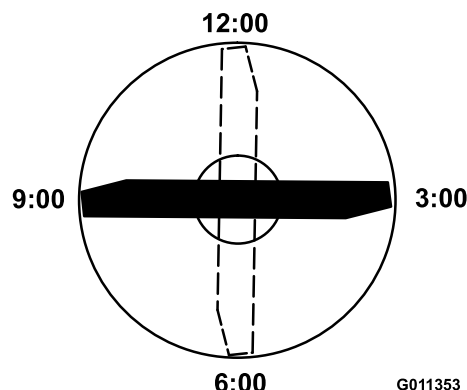

Figure 57
4. Positionnez le tranchant de l'extrémité marquée à la position 12 heures (droit devant dans la direction de la tonte) (Figure 57) et mesurez la hauteur de la surface plane au tranchant de la lame.
5. Tournez l'extrémité marquée de la lame aux positions 3 et 9 heures (Figure 57) et mesurez les hauteurs respectives.